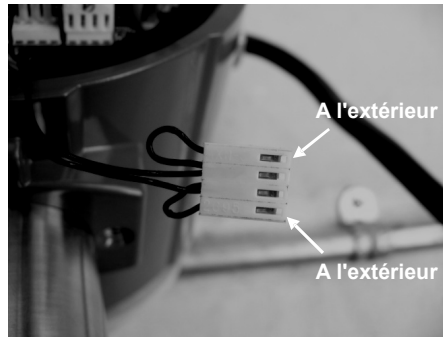

Fig. 62 Connecteur du capteur de température
3. En prenant des précautions contre les décharges électrostatiques et les zones dangereuses, retirez le couvercle de la fenêtre du boîtier électronique. Déconnectez le capteur de température de la pile électronique ou de la carte d'alimentation à distance. Reportez-vous à la figure 62 ou 63. Mesurez la résistance entre les broches extérieures du connecteur du capteur de température. Il doit indiquer environ 1080 ohms à température ambiante (la résistance est plus élevée à des températures plus élevées).